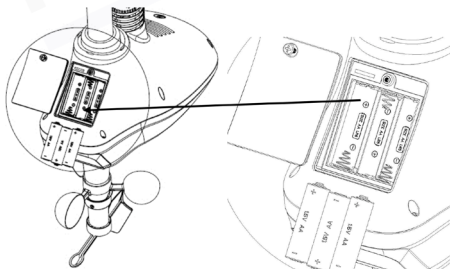

Figura 5
3. Localize a tampa do compartimento de baterias no transmissor do termo-higrômetro/pluviômetro conforme a Figura 5. Gire o parafuso no sentido anti-horário para afrouxá-lo e abrir o compartimento. Insira **3 pilhas AA recarregáveis**. O indicador LED na parte traseira do transmissor acenderá por quatro segundos e depois piscará normalmente uma vez a cada 16 segundos (período de atualização de transmissão do sensor).